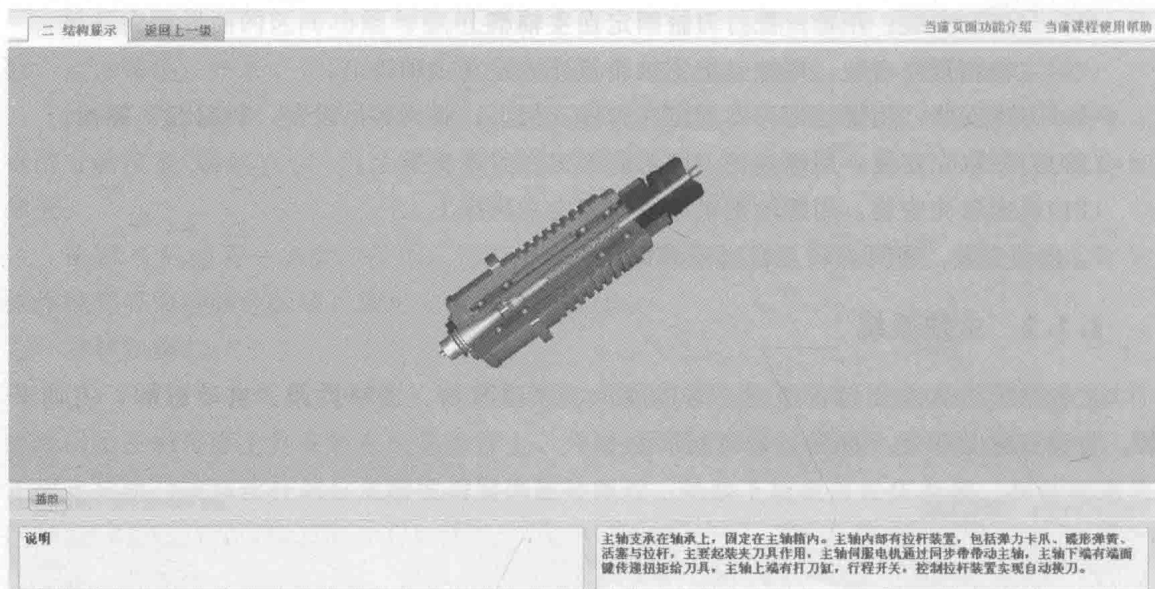

图 1.1-14 结构展示
2. 结构展示 该界面主要展示主轴系统及各零部件，如图 1.1-14 所示。